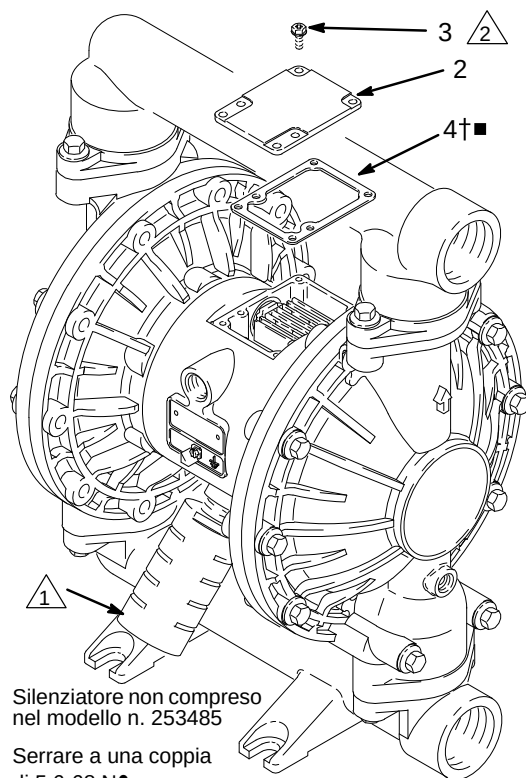

FIG. 6
2. Con un cacciavite Torx (T20) o una chiave a tubo da 7 mm (9/32 in.), rimuovere le sei viti (3), la copertura della valvola dell'aria (2) e la guarnizione (4). Vedere: FIG. 6.
10. Allineare la guarnizione della valvola (4†■) e il coperchio (2) con i sei fori del corpo centrale (1). Fissare con sei viti (3), utilizzando un cacciavite Torx (T20) o una chiave a tubo da 7 mm (9/32 poll.). Serrare a una coppia di 5,6-6,8 N•m (50-60 in-lb). Vedere: FIG. 6.